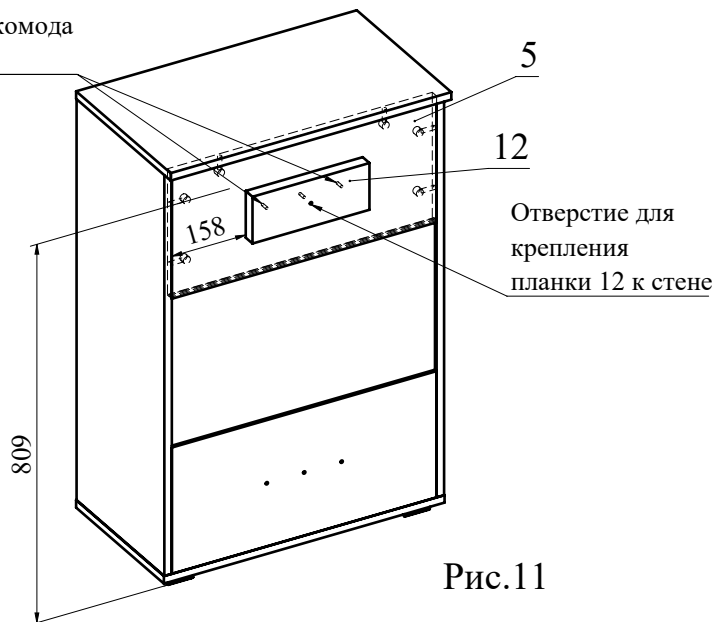

Рис.11
- Во избежание падения комода при открытии ящиков, рекомендуем закрепить его к стене. Для этого с помощью дюбеля и шурупа 4х70 закрепите деталь 12 к стене. Затем закрепите комод к планке 12: соедините царгу 5 с прикрученной планкой 12, вкрутив шурупы 4х30 в плоскостные сквозные отверстия в детали 5 (Рис. 11).**